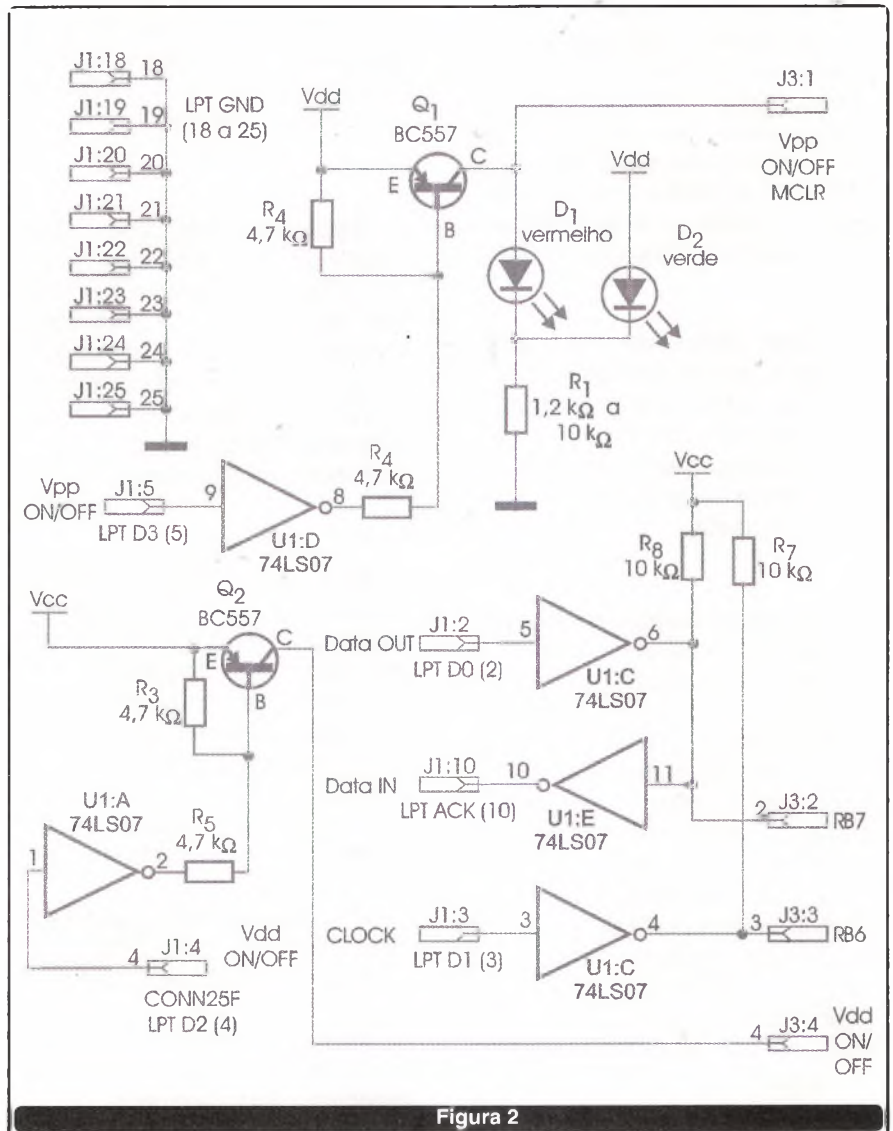

Figura 2
**Lógica e sinalização:** através de Gates inversores TTL, os sinais que saem da porta paralela do PC são isolados e adequados para controle dos pinos Data, Clock e Vpp. A **figura 2** ilustra a lógica do circuito gravador universal de PICs.